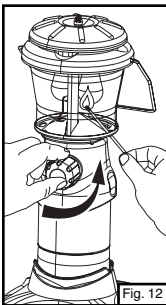

Fig. 12
- Introduisez une allumette enflammée par le trou d'allumage, approchez-la des manchons et ouvrez le bouton de commande en grand. (Fig. 12)